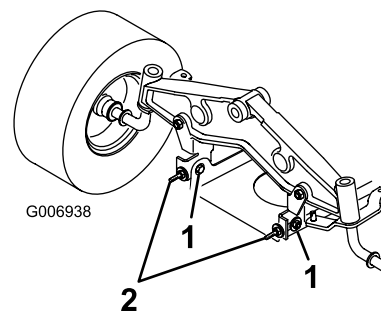

Figura 51
10. Allentate appena i bulloni di montaggio della piastra orientabile anteriore (Figura 51).
11. Girate i dadi di bloccaggio sui bulloni ad occhio per effettuare la messa a punto (Figura 51).
12. Dopo avere regolato entrambi i dadi di bloccaggio del bullone ad occhio, controllate nuovamente il livellamento longitudinale della lama. Continuate la regolazione dei bulloni a occhio finché la punta della lama anteriore non è più bassa di 0-9 mm rispetto a quella posteriore (Figura 51).
13. Quando il livellamento longitudinale della lama è corretto, serrate i bulloni di montaggio della piastra del perno (Figura 51).